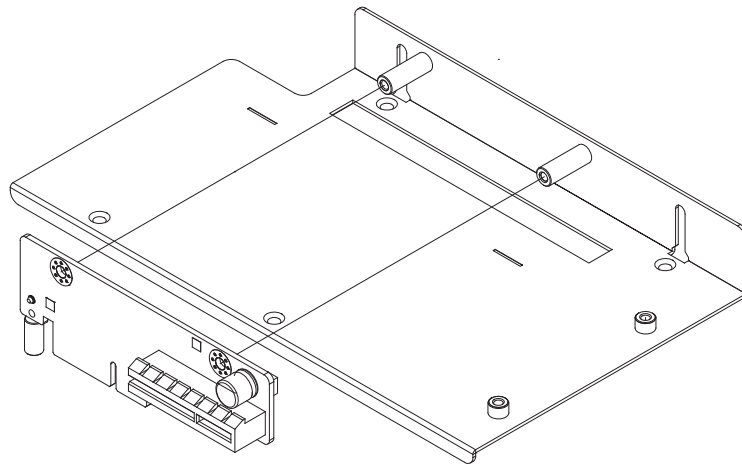

Figure 2.10 IR Module Assembly-1/IR 模块安装 -1/IR 模組安裝 -1
2. Install the IR riser card with IR riser bracket via 2 screws (see Figure 2.10).
2. 使用 2 顆螺絲將 IR 轉板與 IR 支架固定（如图 2.10 所示）。